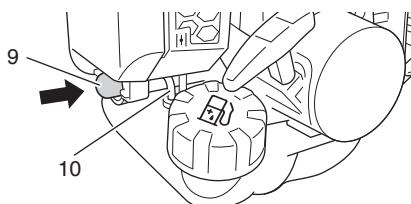

Fig. 9
(2) Pressez la poire de la pompe d'amorçage (9) à plusieurs reprises pour que le carburant puisse s'écouler par le tuyau de retour (10). (Fig. 9)